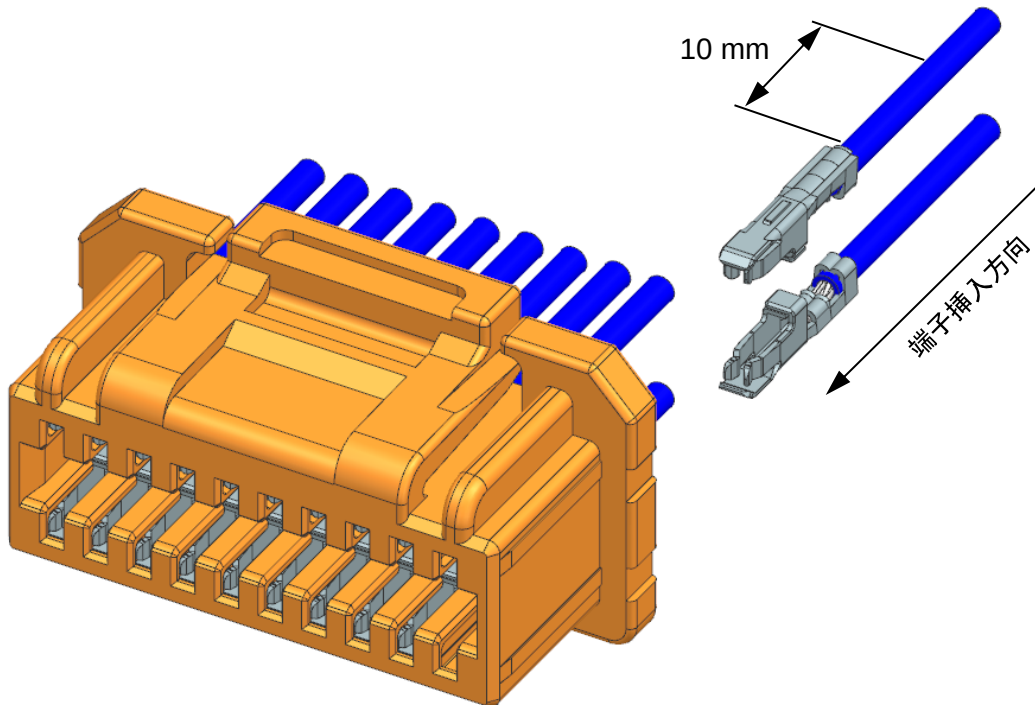

Fig. 6-1
- ③ 端子ランス部が、リセプタクルハウジングの中央に向かうように持ち、端子が突き当たる位置まで（4.9N 以下の力で）ゆっくりと真っ直ぐ装着して下さい。（Fig.6-1）